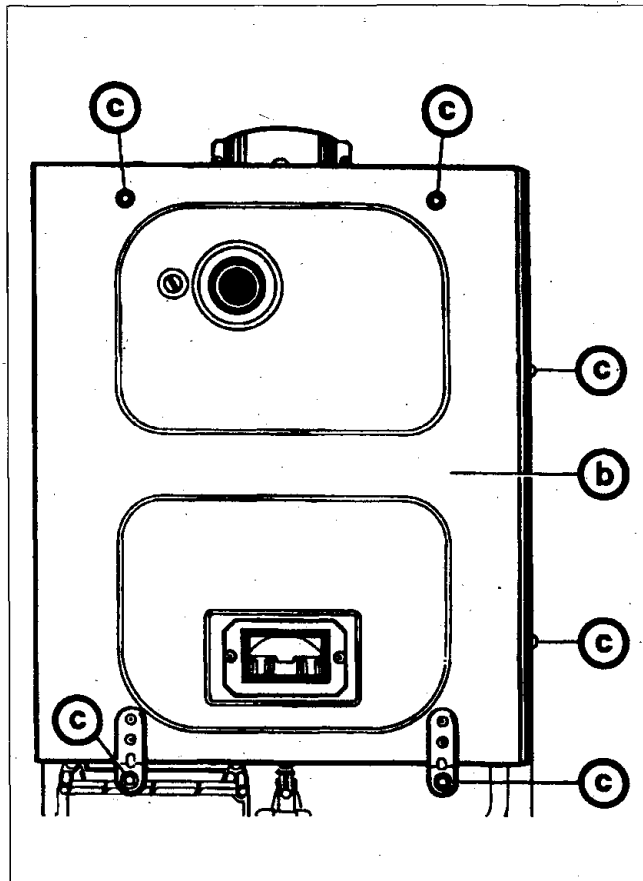

Bild 74
- Deckel (b) montieren und mit Schrauben (c) anschrauben (Bild 74).
- Drehen Sie die Schraube (X) heraus.
- Verdrehen Sie die Drosselblende (256) so weit, bis das Loch mit der entsprechenden Kennziffer für die Blendeneinstellung senkrecht steht.
- Drehen Sie die Schraube (X) hinein.
- Deckel (b) montieren (Bild 74).